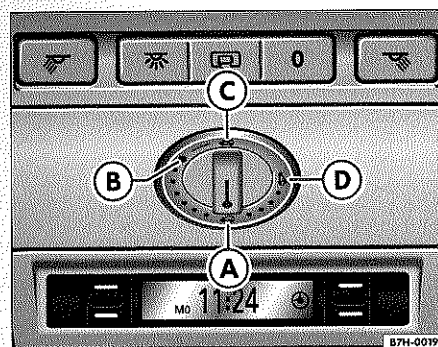

Fig. 31 Guarnecido interior del techo: mando giratorio del techo corredizo y deflector
– Gire el mando ⇒ fig. 31 (A) a la posición básica ⇒ ⚠.
Si se abre el techo corredizo y deflector repetidamente debido a la función antiaprisionamiento, sólo será posible volver a cerrarlo con el mando giratorio en la posición básica ⇒ página 44, fig. 31 (A), pulsando en la parte de delante, y manteniéndolo así hasta que se cierre completamente. En tal caso el techo corredizo y deflector